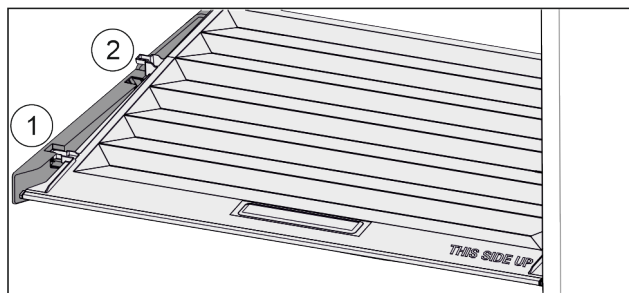

Fig. 115
- ▶ Poklopac do otvora u pridržnim dijelovima povucite prema naprijed Fig. 115 (1).
- ▶ Podignite ga odozdo sa stražnje strane i izvadite prema gore Fig. 115 (2).